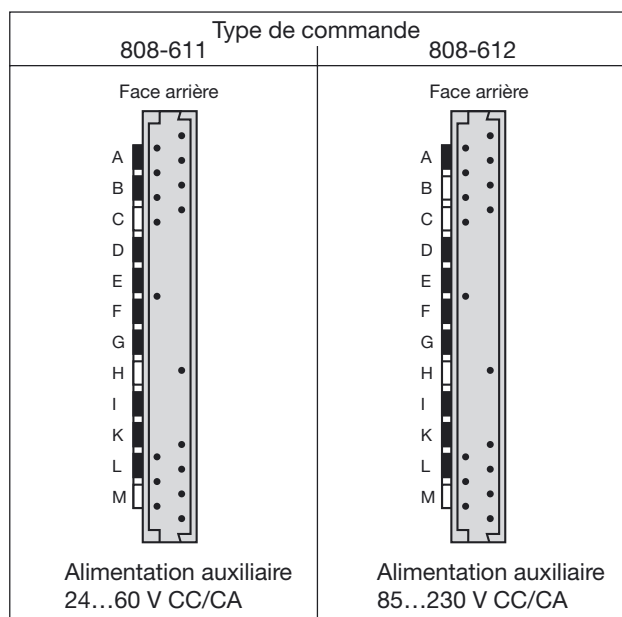

Fig. 3. Codage du module embrochable SIRAX TV 808 en **exécution standard (non-Ex)**.
**i** En cas de risque d'embrocher les appareils dans une place inappropriée, la norme EN 50 020, chapitre 6.3.2 prescrit l'élimination de ce risque. **A cette fin, les modules embrochables SIRAX comportent d'office des bouchons de codage selon Fig. 3 et 4.**
Légende pour les Figs. 3 et 4: